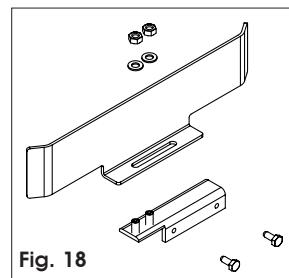

Fig. 18
- 1) Monter et fixer les 2 plaquettes profilées sur les 2 supports en U avec les écrous et les rondelle fournis, d'après la Fig. 18.